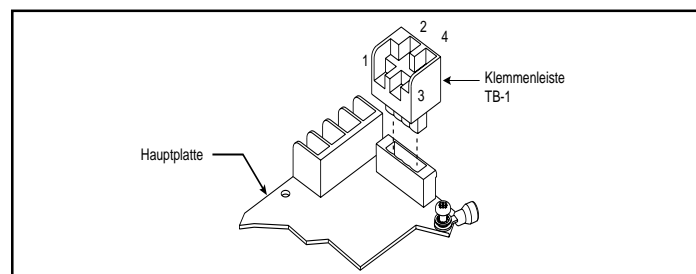

Abb. 3. Klemmenleiste TB1
d. Optional. Connect external 24V DC battery (not supplied) in series with separate diode assembly part 2600010 (supplied) to TB1 terminals 3 and 4 on the main board as shown in Figures 3 and 4 and marked on the diode assembly.
HINWEIS: Die Klemmenleiste TB1 kann von der Hauptplatte abgesteckt werden, um die Leitungen laut Abb. 3 besser legen zu können.